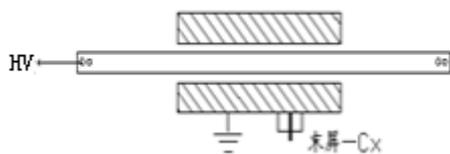

图 6-7 套管接法
**图 6-5 CT 接法****b、一次侧对末屏 (常用)****A、接线参考图 6-6****B、电压为 10KV****C、反接法****图 6-6 CT 接法****c、一次侧对二次侧及地****A、接线见图 6-6****B、电压为 10KV****C、反接法****8、高压穿墙套管****a、芯棒对末屏 (常用)****A、解开末屏接地****B、接线见图 6-7****C、电压为 10KV****D、正接法**